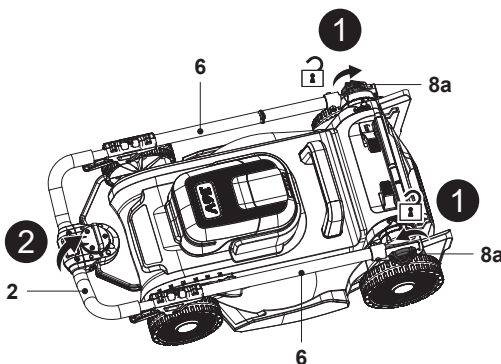

Fig. 1
2. Desaperte os dois botões de bloqueio (8a) para a esquerda nos guiadores inferiores (6), mas não os remova (Fig. 1, passo 1).
3. Segure a pega (2) com uma mão e desdobre o respetivo conjunto (4, 6) (Fig. 1, passo 2).